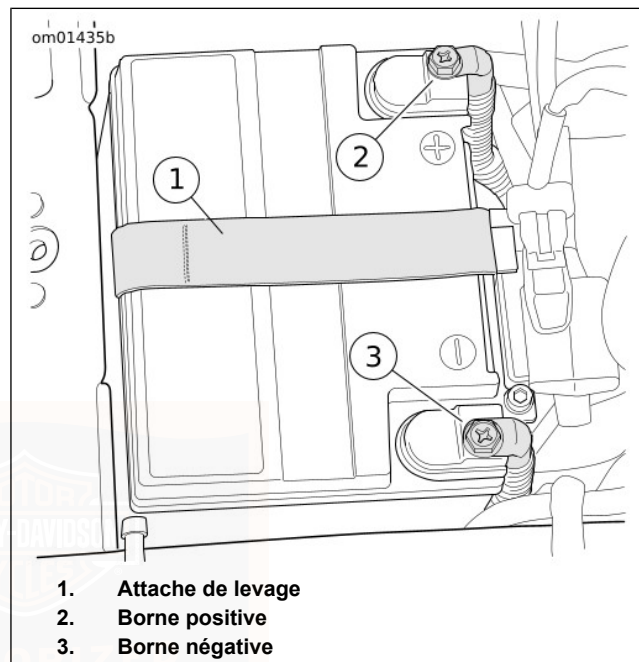

Figure 69. Compartiment de batterie
10. Voir Figure 69 . Déconnecter les deux câbles de la batterie, en commençant par le câble négatif.
3. Voir Figure 69 . Placer la batterie dans le plateau de batterie, bornes orientées vers l'avant.